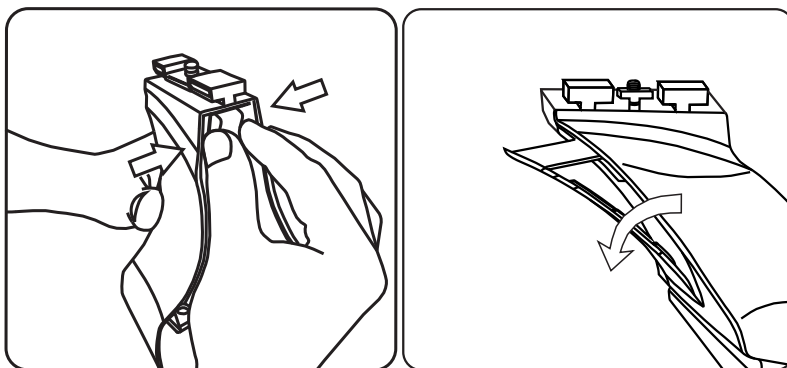

рис. 4
1.2.1.1 С задней стенки снимите лючок опоры (рис. 4).